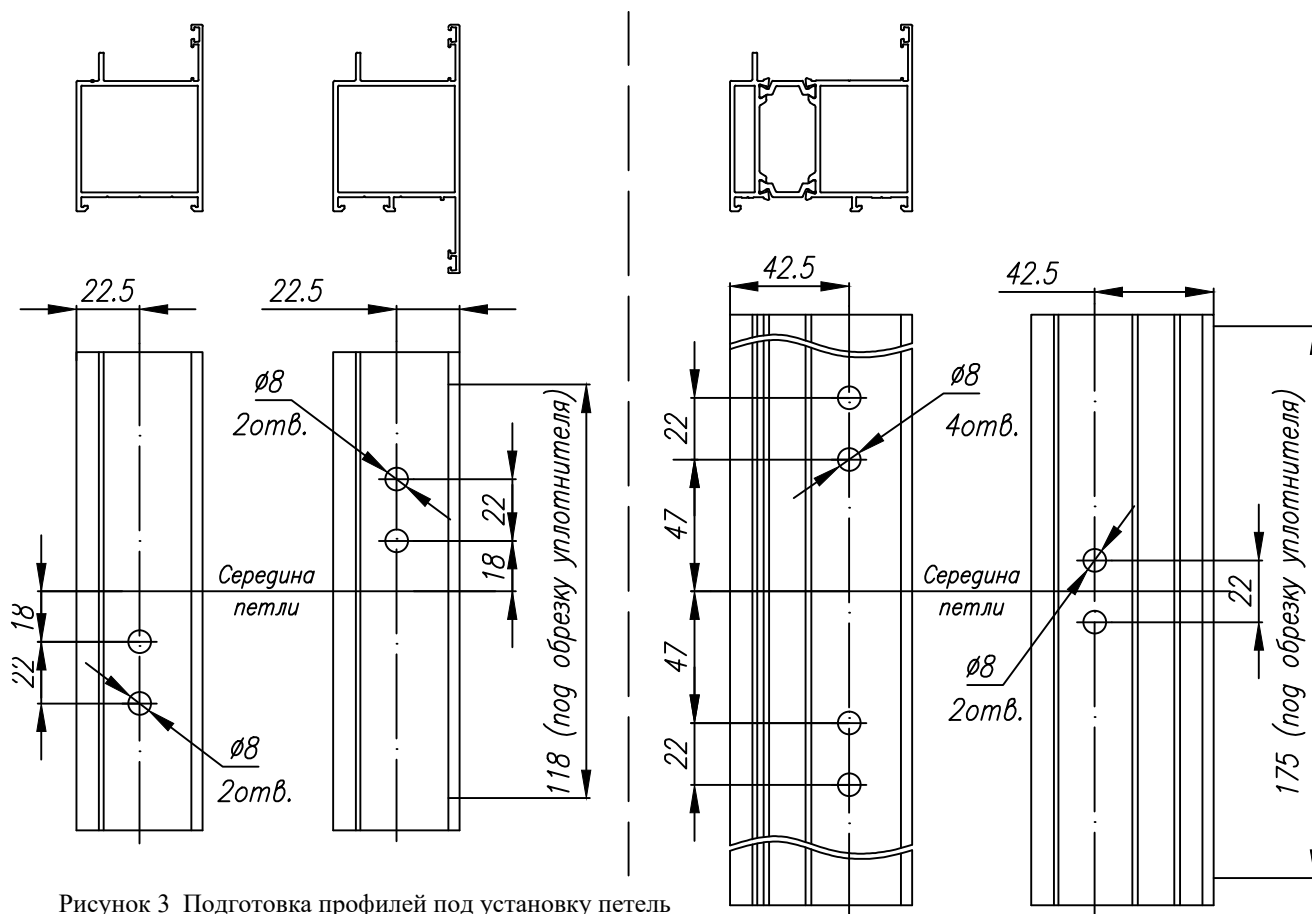

Рисунок 3 Подготовка профилей под установку петель
5.3. По кондуктору СТН-2766 в стойках двери и проема выполнить отверстия сверлом $\varnothing 8$ мм, согласно рис.3;